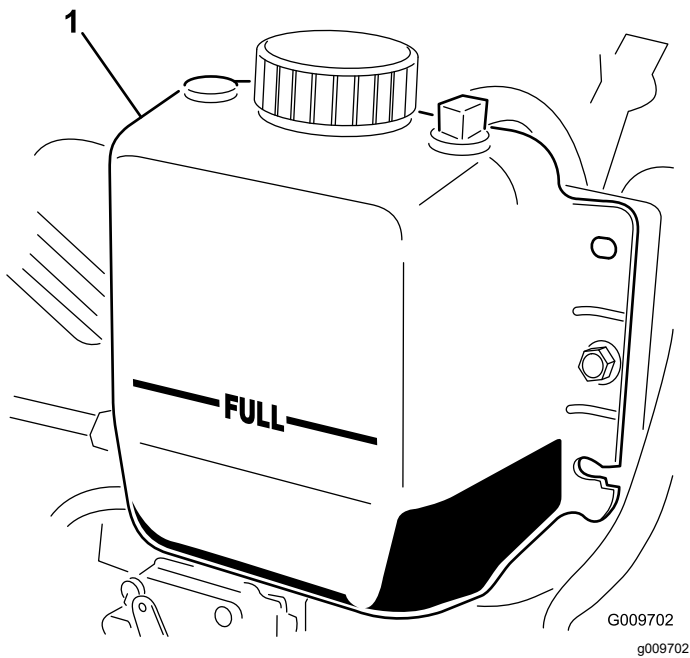

图 77
3. 检查散热器冷却液液位。散热器中的冷却液应添加至加液口颈的顶部而膨胀水箱中的冷却液应添加至已满标记处图 77。